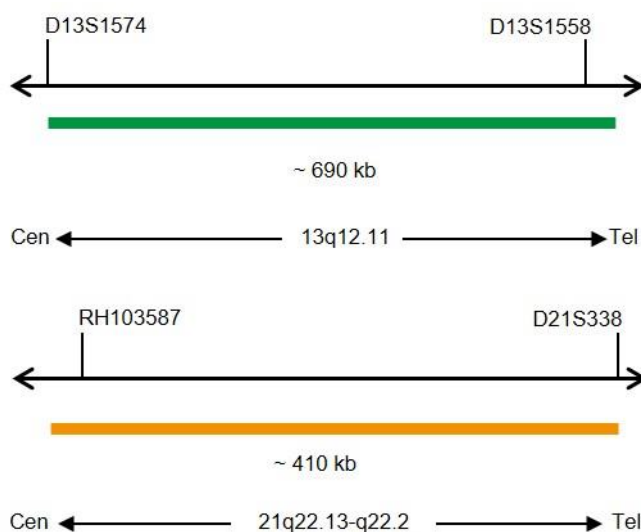

Fig. 1: Arriba: SPEC 13q12 Mapa de la sonda; abajo: SPEC 21q22 Mapa de la sonda (no está a escala)
- Polinucleótidos marcados en verde (excitación a 503 nm/emisión a 528 nm) ZyGreen (~10,0 ng/μl), dirigidos a secuencias localizadas en 13q12.11\* (chr13:20,200,365-20,892,494) (ver Fig. 1).
- Polinucleótidos marcados en naranja (excitación a 547 nm/emisión a 572 nm) ZyOrange (~4,5 ng/μl), dirigidos a secuencias localizadas en 21q22.13-q22.2\* (chr21:39,372,983-39,784,773) (ver Fig. 1).